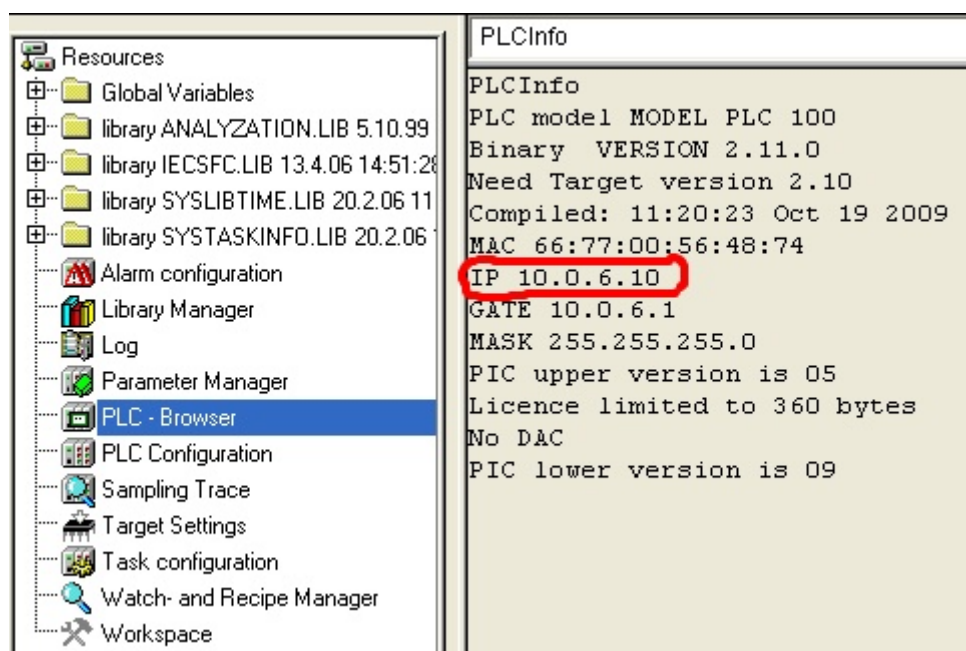

Рис.1.6
7) Определить IP-адрес ПЛК ¹. Для этого зайти на вкладку «Ресурсы» и выбрать «PLC_Browser», затем в открывшемся окне ввести команду «PLCInfo» (Рис.1.6).